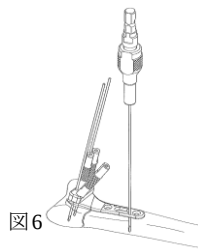

図6
- 6) プレートに設けられたK-Wire ホールに1.3ガイドピンを刺入し、プレートを仮止めします。（図6）